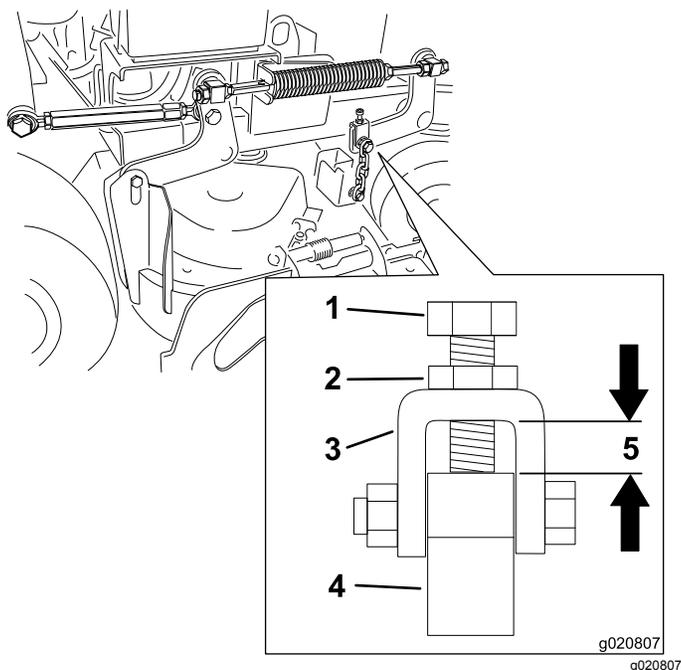

Рисунок 82
Примечание: Это расстояние должно быть равно 11 мм, как показано на Рисунок 82.
6. Если требуется регулировка, ослабьте верхний болт цепи (Рисунок 82).
7. Ослабьте контргайку и с помощью регулировочного болта установите правильное расстояние, как показано на (Рисунок 82).